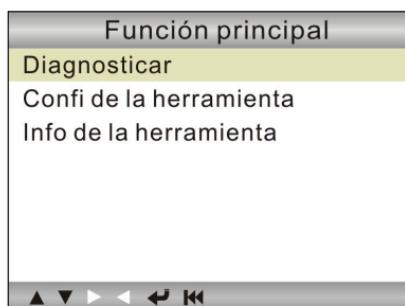
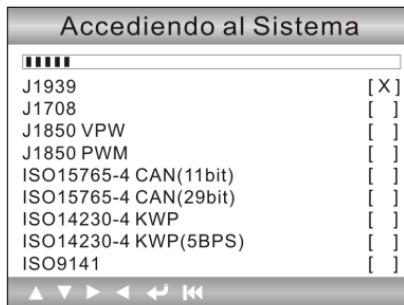

Figura 4-1
Figura 5-1
6. Despues de terminar, el sistema entrará en la interfaz del menú principal, como se muestra en la Figura 4-1.
En Figura 4-1, pulse [➡] a escanear los protocolos de camiones pesados y OBDII vehículos, una pantalla similar a figura 5-1 aparecerá: